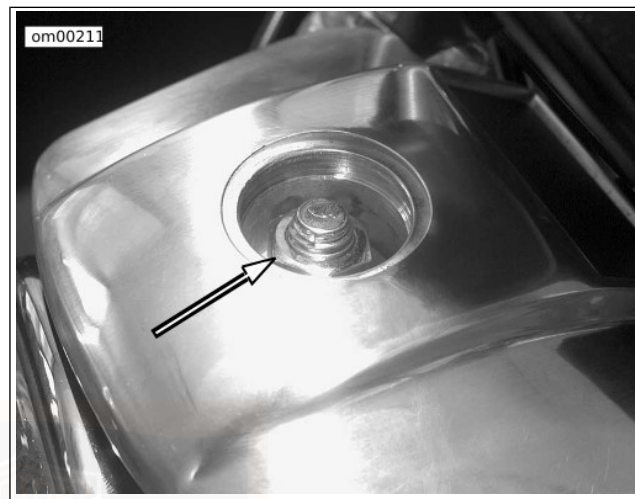

Figure 42. Écrou de serrage de collier du phare : modèles Sportster
2. Voir la Figure 42. Desserrer l'écrou de serrage de collier du phare.